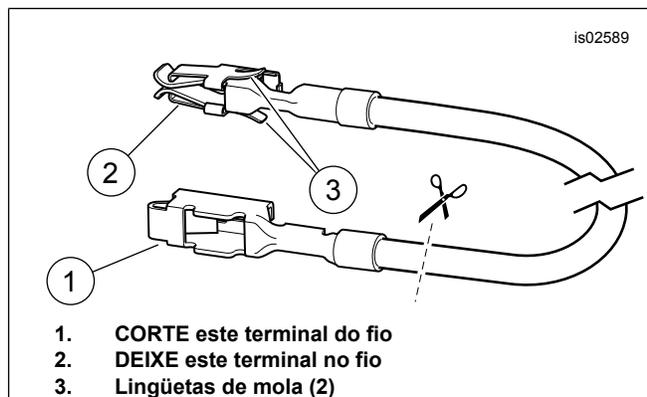

Figura 17. Fio do adaptador do bloco de fusíveis (Dyna e Softail)
3. Veja a Figura 27. Pegue o fio laranja/branco adaptador do bloco de fusíveis (12) do kit. Observe o terminal em cada extremidade (veja a Figura 17). Somente o terminal com lingüetas de mola caberá neste bloco de fusíveis. Corte cuidadosamente o terminal não usado do fio e descarte-o.